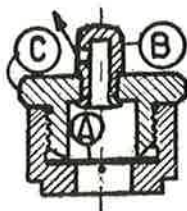

Figura 4
Para evitar que los gases escapen en dirección al obrero y puedan quemarle, las piezas que llevan el orificio de escape son orientables. En el modelo de la figura 4 la pieza (B) está montada a frotamiento «deslizante»; en los modelos de las figuras 5 y 6 los cuerpos (C) son igualmente orientables.